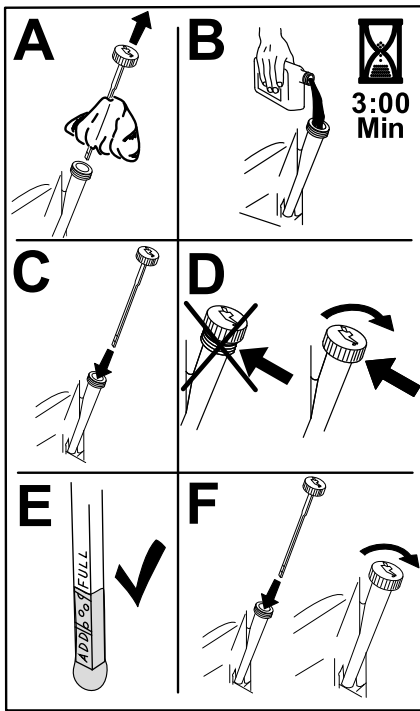

Figura 62
- Vierta lentamente un 80% aproximadamente del aceite especificado por el tubo de llenado, luego añada lentamente el resto del aceite hasta que llegue a la marca de Lleno (Figura 62).